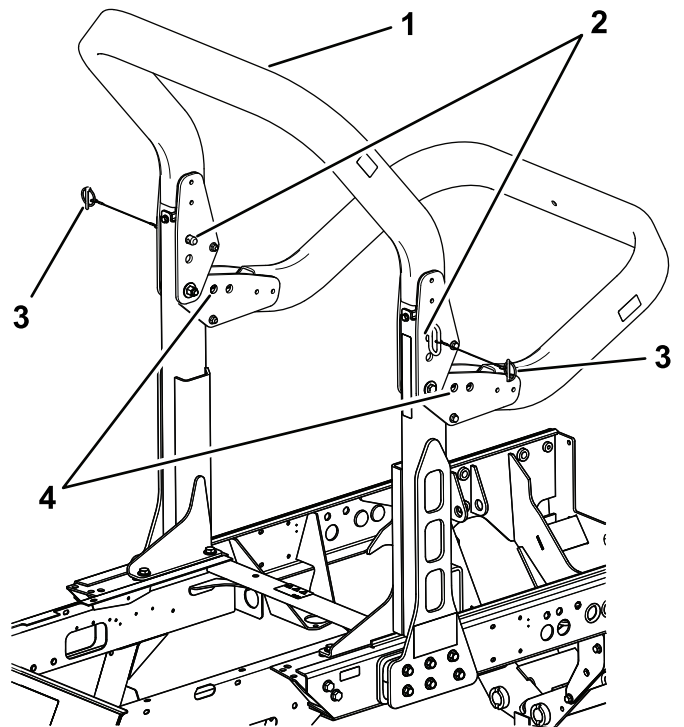

图 42
2. 支撑住上机架的同时从枢轴支架上卸下开口销和柱销图 42。